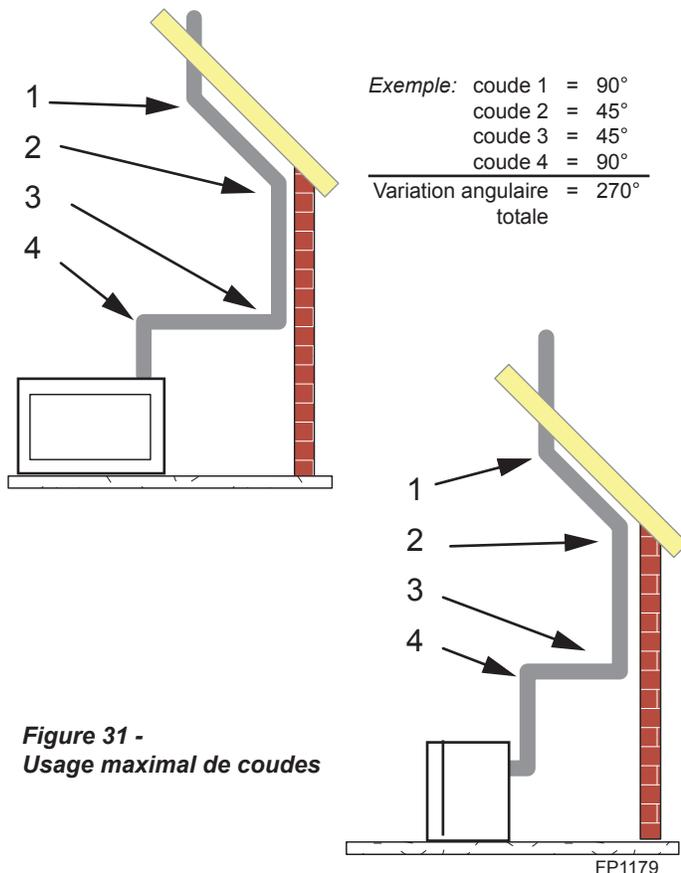

Figure 31 - Usage maximal de coudes
- Deux ensembles de coudes pour décalages de 45° peuvent être utilisés dans les sections verticales. Entre les coudes, il est possible d'utiliser jusqu'à 2,5 m (8 pi) de conduit de ventilation. Figure 31
- La variation angulaire maximale permise dans le système est de 270°. Figure 31